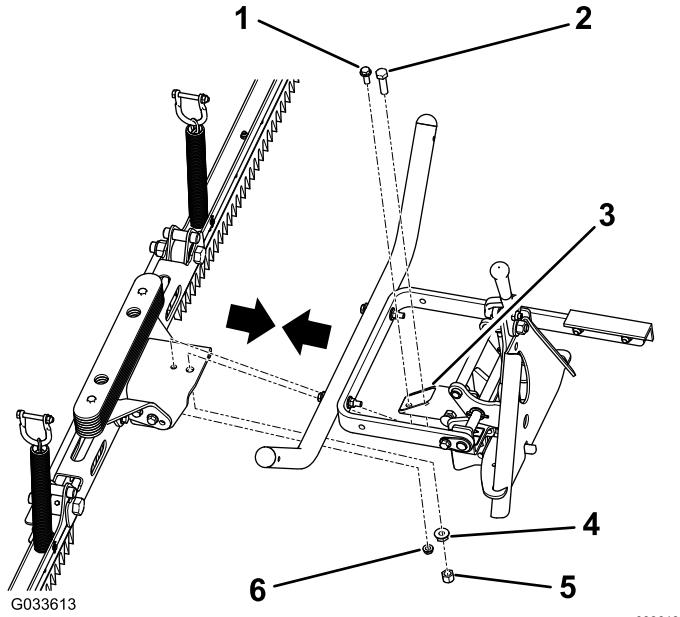

Figura 8
1. Alinee los 2 taladros del soporte del centro del conjunto del rastrillo con los 2 taladros de la barra del enganche (Figura 8).